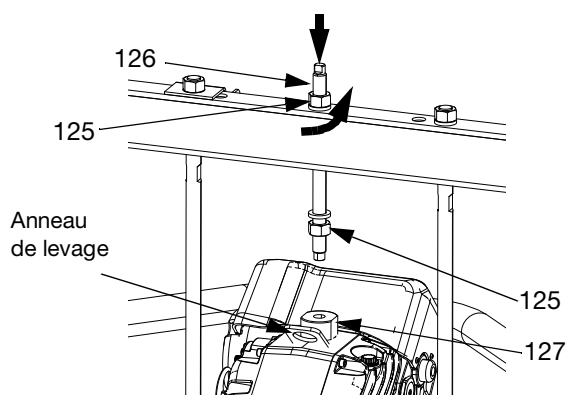

FIG. 50: Cylindre de 55 gallons
5. Débrancher le moteur (AB) :
- a. *Unités d'alimentation à élévateur D200 de 3 po. et D200s de 6,5 po.* : Fixer un palan suffisamment robuste à l'anneau de levage du moteur. Desserrer l'écrou (125) situé sous la barre transversale. Utiliser une clé pour maintenir en place l'adaptateur de l'anneau de levage (127) et desserrer la tige filetée (126) située au-dessus de la barre transversale à l'aide d'une autre clé. Voir FIG. 50.